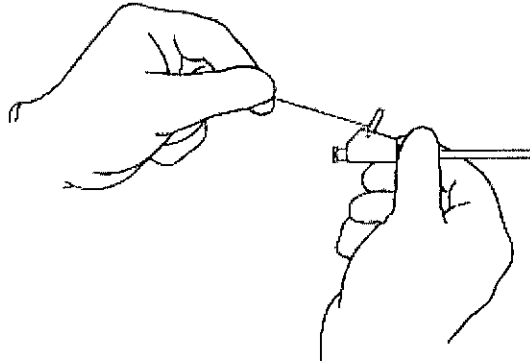

Fig. 1
14. Estabilice el conjunto de conexiones Mac-Loc del catéter con una mano y tire del monofilamento para formar la configuración del lazo del catéter distal. **(Fig.1)**